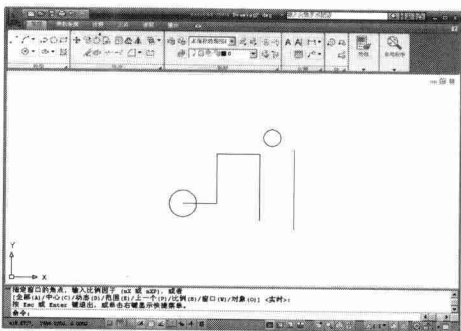

图1-9 缩小图形
11. 单击程序窗口下边的  按钮, 按 **Enter** 键, 光标变成放大镜形状 , 此时按住鼠标左键向下拖动鼠标光标, 图形缩小, 如图 1-9 所示。按 **Esc** 键或 **Enter** 键退出, 也可单击鼠标右键, 弹出快捷菜单, 选择【退出】选项。该菜单上的【范围缩放】选项可使图形充满整个图形窗口显示。